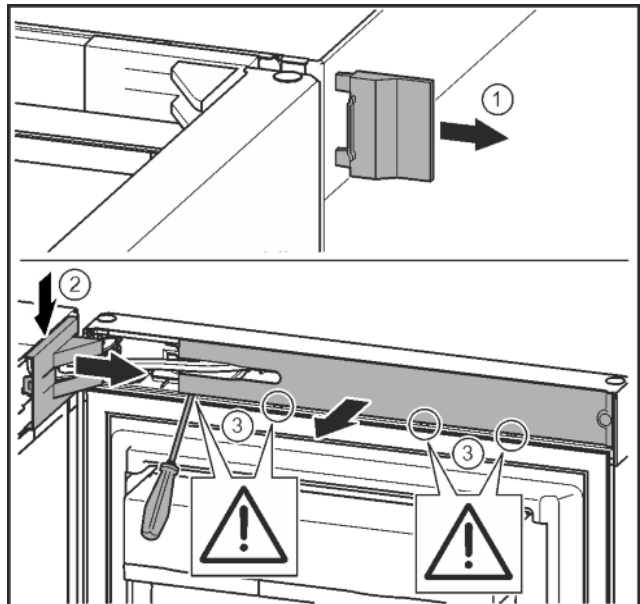

Fig. 7
- ▶ Äußere Abdeckung abnehmen. *Fig. 7 (1)*
- ▶ Lagerbockabdeckung ausrasten und lösen. Lagerbockabdeckung abnehmen. *Fig. 7 (2)*
- ▶ Blende mit Schlitzschraubendreher ausrasten und zur Seite schwenken. *Fig. 7 (3)*